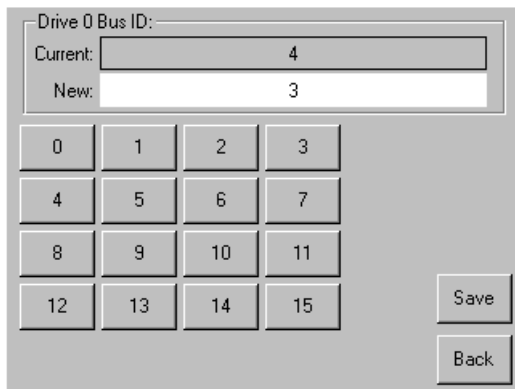

Figure 20 : Écran Drive 0 Bus ID (ID bus Unité 0)
- a. Sélectionnez la case à côté du texte « Drive 0 Bus ID: » (ID bus Unité 0 :). L'écran suivant (voir la Figure 20) affiche l'ID actuel du bus de l'Unité 0 avec la nouvelle valeur demandée.